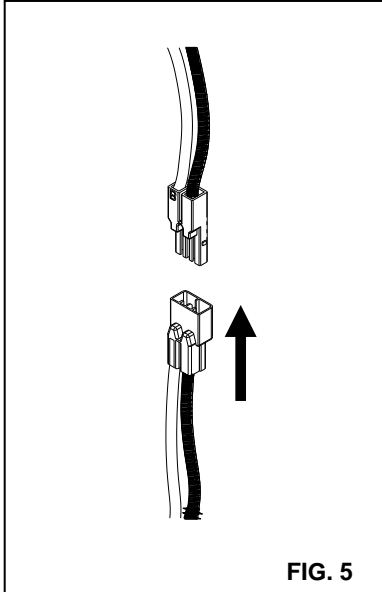

FIG. 5
3. Branchez le CONNECTEUR FEMELLE de la GARNITURE DE RÉNOVATION dans le CONNECTEUR MÂLE du SUPPORT ADAPTATEUR. (FIG. 5)
1. Branchez le CONNECTEUR FEMELLE de la GARNITURE DE RÉNOVATION dans le CONNECTEUR MÂLE du BOÎTIER HALO. (FIG. 5)